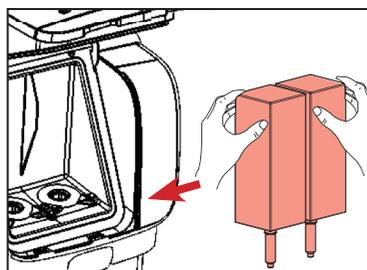

Fig.5
4. Nettoyez l'ouverture du doseur avec une brosse et l'intérieur du compartiment de refroidissement avec un chiffon propre et humide, puis séchez avec un chiffon propre ou un essuie-tout (voir Fig.4). Remplacez ensuite les paquets de produits (voir Fig.5).